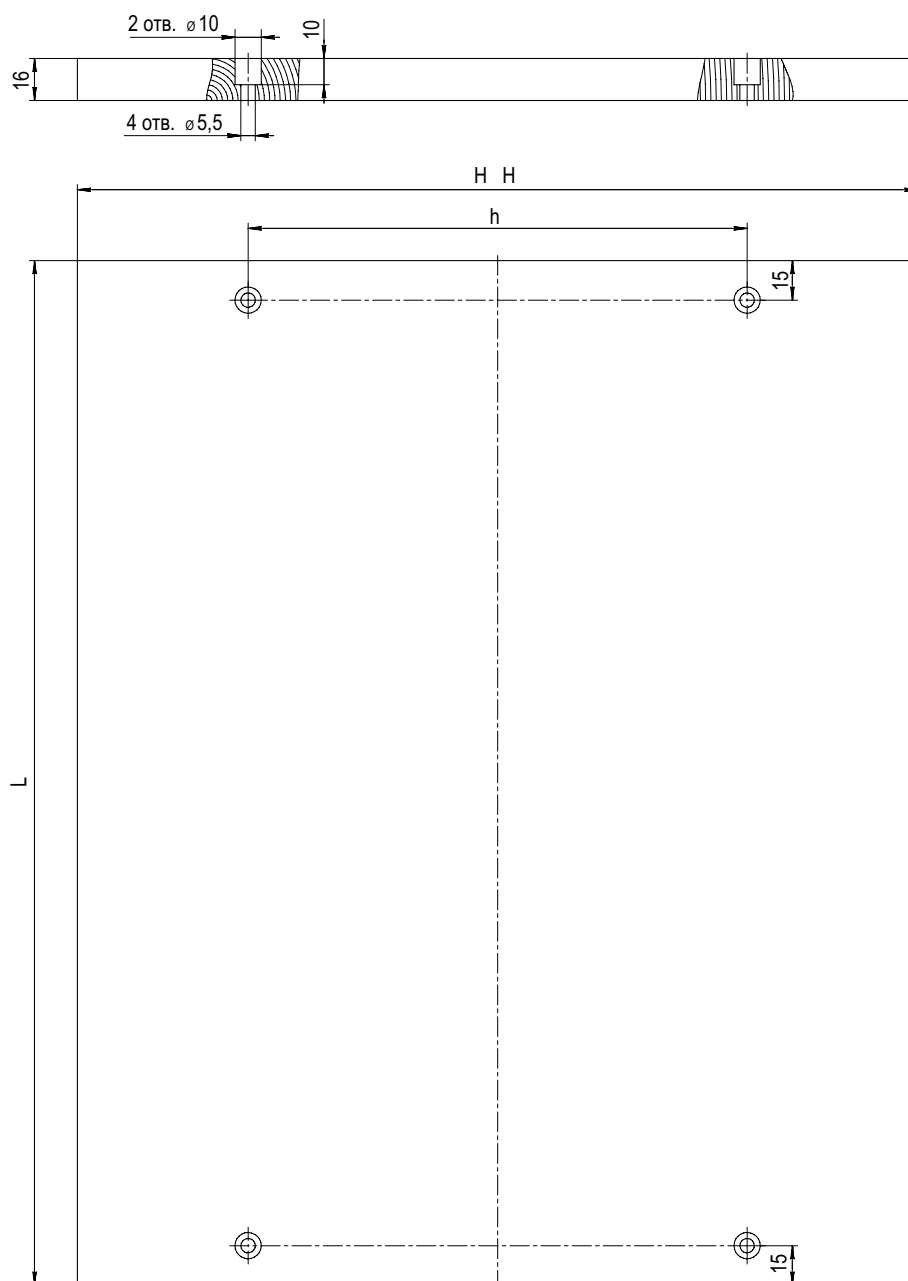

Рис. 3. Рабочий стол RK
- 20) Установить привод оси Z на плиты каретки (4), (5) и затянуть винтами М5х12.
- 21) На плиту каретки (5) установить четыре ролика BSR33-d8W12. Ролик крепится посредством винта М8х35, втулки (3), гайки М8, двух шайб диаметром 8 мм. Одна шайба ставится между опорой и втулкой, вторая под гайку.
- 22) Плиту шпинделя (9) (лицевая) и плиту шпинделя (10) закрепить винтами М5х12 и гайками 30ТМ5 на профиле (230х60х30).
- 25) Проложить ремни вокруг шкива и роликов на каждой оси и закрепить их по краям, (обеспечивая натяжение) прижимами (11). Прижимы фиксируются самонарезающими винтами 4.8х19.
- 29) Винтами М5х12 и гайками 30ТМ5 закрепить стол на станке. Стол изготавливается самостоятельно. Рекомендуемые размеры см. рис. 3.
- 30) Кронштейны (12) закрепить винтами М3х6 к опоре портала (2) и плите каретки (4).
- 31) Кронштейны (13) и (14) закрепить нижними винтами М8х35 на опоры станины (2).
- 32) Уголки 40х20х2 с помощью винтов М3х8, гаек М3 и шайб диаметром 3 мм закрепить на кронштейны (13) и (14).
- 34) Держатели кабель-каналов с помощью винтов М4х10 и гаек М4 закрепить на кронштейнах (12) и уголках 40х20х2.